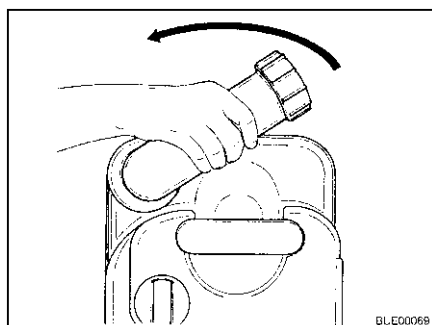

Bild 258 Vrid tömningsröret
- Vrid tömningsröret uppåt (Bild 258).